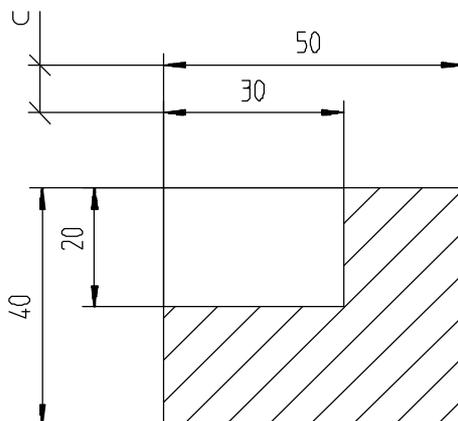

Abbildung 7.20: Paralleler Maßlinienabstand
2. Eingabe des parallelen Maßlinienabstandes c , siehe Abbildung 7.20.